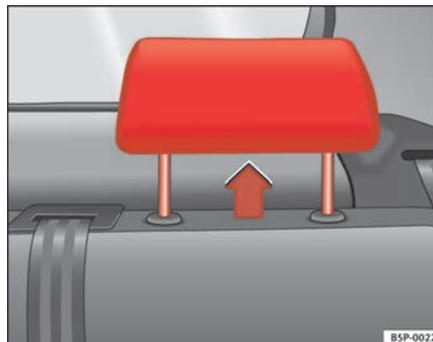

Fig. 5 Appuie-tête en position d'utilisation
- Trois positions **d'utilisation** ⇒ fig. 5. Dans ces positions, l'appuie-tête se comporte comme un appuie-tête normal, qui protège les passagers de la banquette arrière en plus de la ceinture de sécurité.